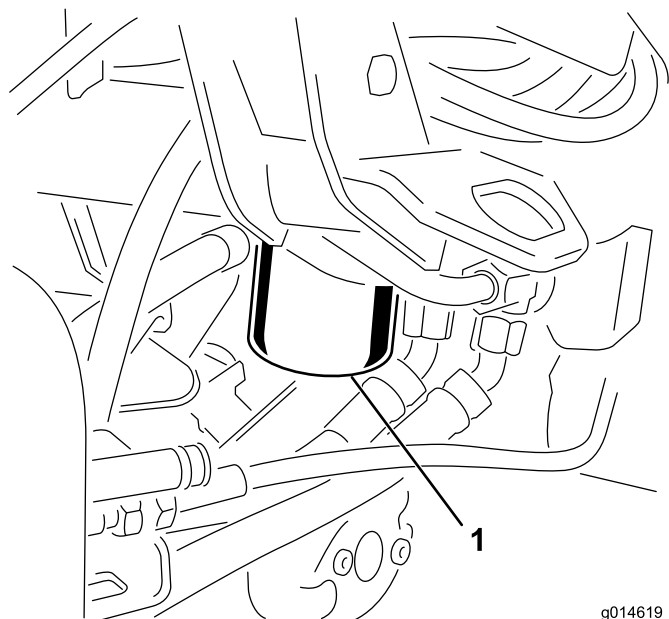

Рисунок 54
1. Очистите область вокруг места крепления фильтра (**Рисунок 54**). Поместите сливной поддон под фильтр, а затем снимите фильтр.